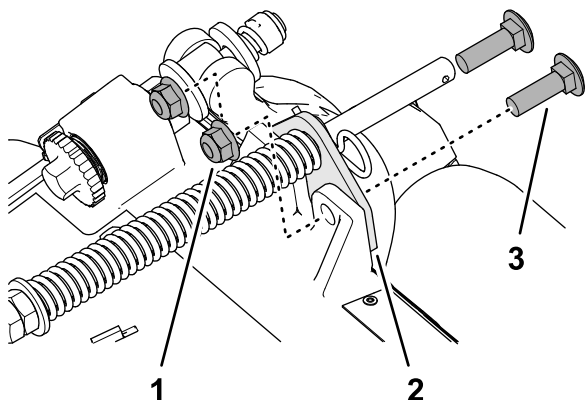

図 14
2. ターフ補正器用ブラケットをカッティングユニットのフレームに固定しているフランジロックナット $\frac{3}{8}$ "2個、キャリッジボルト $\frac{3}{8}$ x 1- $\frac{1}{4}$ "2本を外す 図 14。